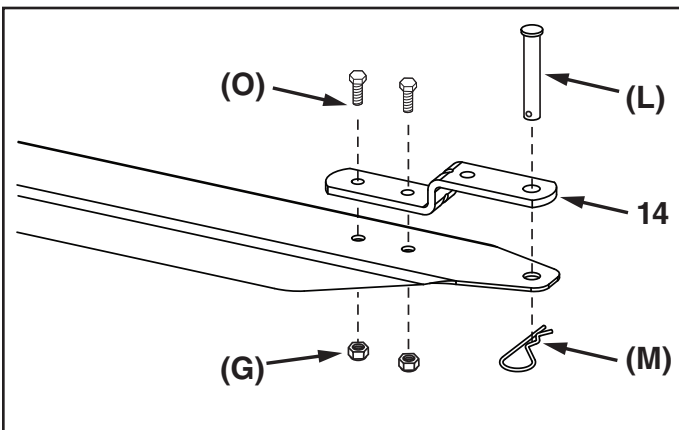

FIGURE 19
ÉTAPE 19 : (VOIR FIGURE 19)
- Fixez le support d'attelage (14) à la tige d'essieu de 5/8 po à l'aide de deux boulons hexagonaux de 5/16 po x 3/4 po (O) et d'écrous autofreinés de 5/16 po (G). Installez la goupille à chape (L) dans les trous du support d'attelage (14) et de la tige d'essieu de 5/8 po, puis fixez-la avec une goupille bêta de 1/8 po (M).